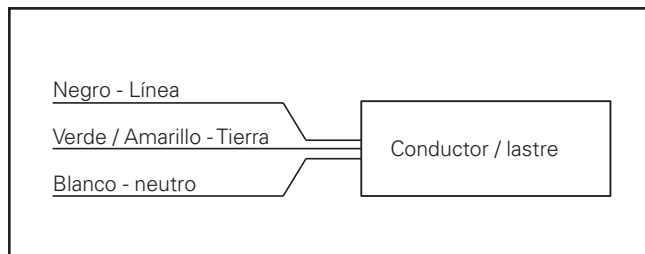

Figura 14.
15. Conecte el cableado conforme al código NEC. (Figura 14)